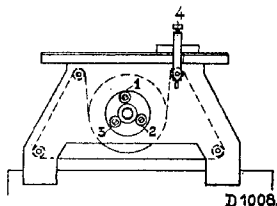

Fig. 6
2. Stelschroefjes van de bevestiging van de schijf op de condensatoras (fig. 6) losdraaien.
4. Afstemmen op 350 m., de afleesnaald met schroef 4 (fig. 6) nauwkeurig op 350 m. instellen.